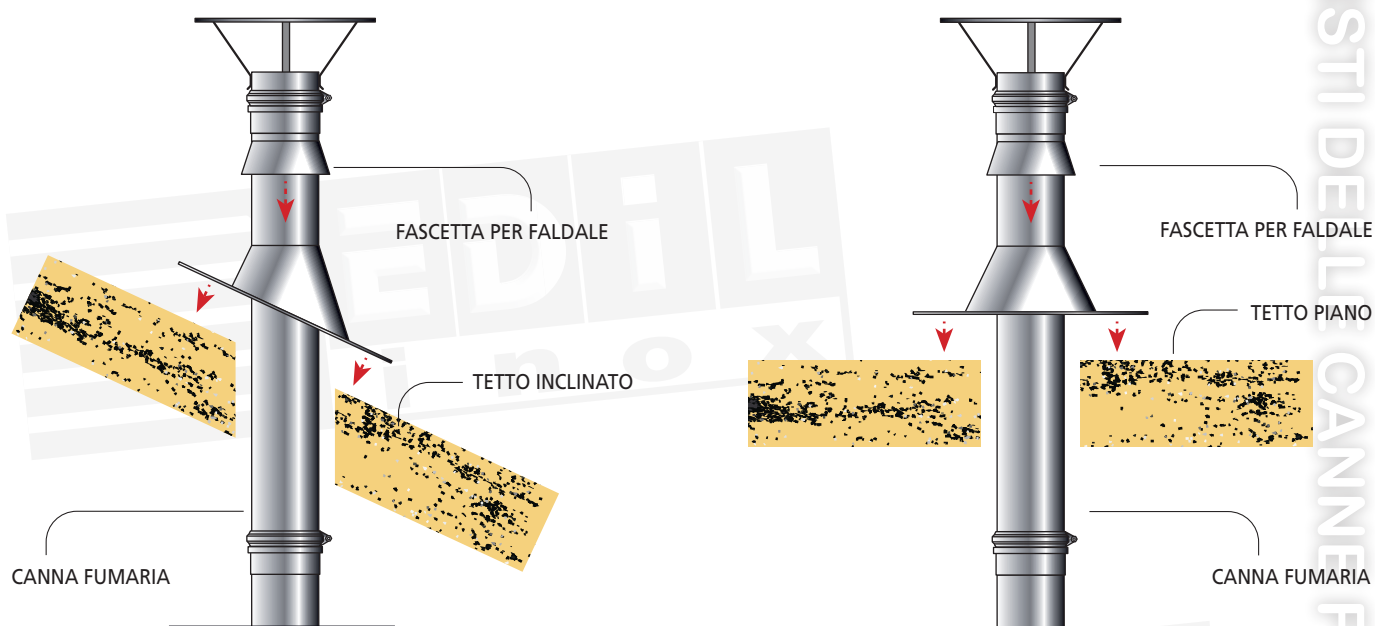

FIGURA 4A
- avvolgere l'elemento lineare e il cono del faldale con la fascetta per faldale serrando le viti e sigillando il tutto con un leggero velo di silicone (**figura 4A e figura 4B**).